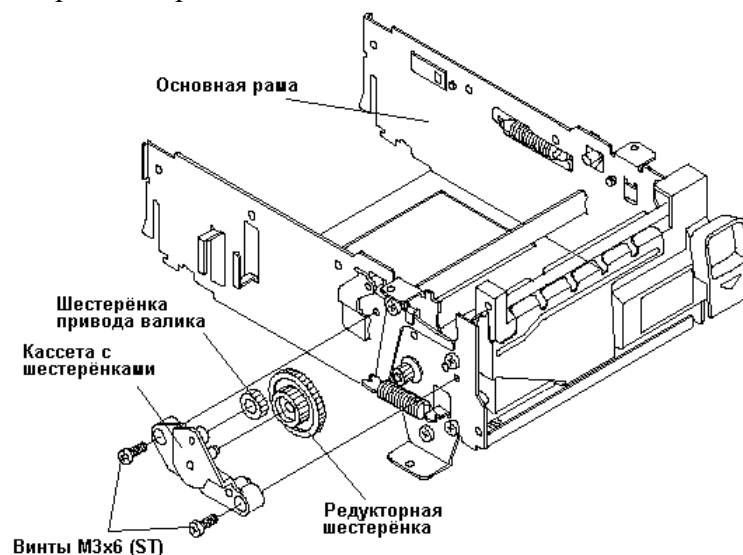

Рисунок 14 Кассета с шестерёнками
Для отсоединения кассеты с шестерёнками окрутите два винта М3х6 (ST), которыми кассета с шестерёнками крепится к основной раме, и снимите её. В кассете две шестерёнки (см. Рис. 14):
2. Две оси в кассете с шестерёнками, на которых вращаются шестерёнки (см. Рис. 14).